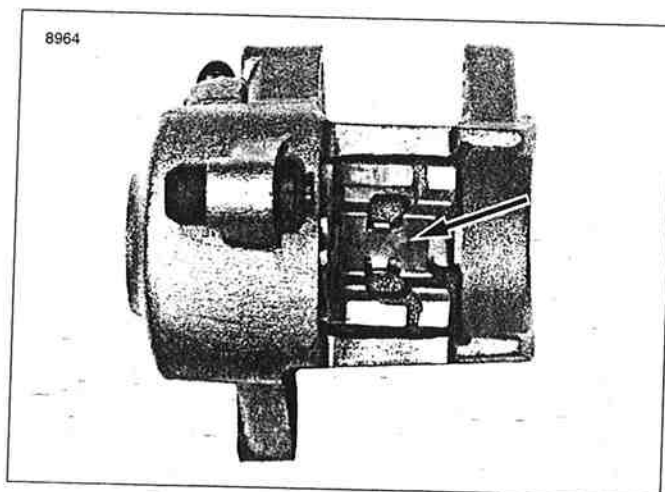

Figura 2-116. Resorte de la pastilla de la mordaza trasera
5. Vea la Figura 2-116. Coloque la caja de la mordaza sobre el banco de trabajo como se muestra. Instale el resorte de la pastilla en el canal. Presione firmemente en su lugar.
- La orientación de los resortes de las pastillas debe ser tal como en la Figura 2-116.